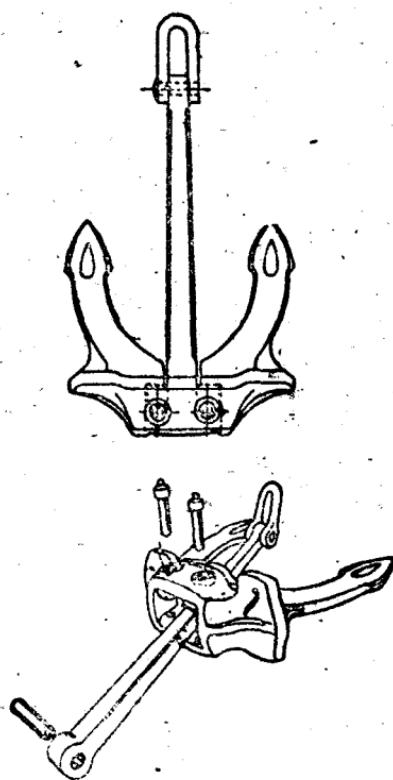

图21 山字锚
3) 转臂无杆锚（霍尔锚）（山字锚） 船上应用最广，它结构上的特点是沒有横杆和具有两个灵活的锚爪，锚爪和锚干分别铸造，锚干上部有孔和锚的卸扣连接，底下有孔可以插销子。两个锚爪和锚下部（即头部）是整个的，锚头部有孔可使锚干通过，还有两个半圆形的槽，连接栓（即销子）在这里面迴轉。为了防止锚干从锚头部脱出，用两个横向双头螺栓连接，锚头部有突起部分，它的用处将在后面說明（图21）。